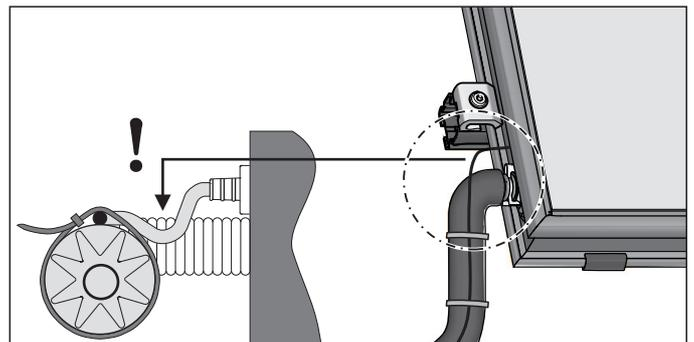

Fig. 4-24 Étape 3
- Pour le passage de câble, veillez à ce que de l'eau de pluie ne puisse pas parvenir jusqu'au point d'introduction de la sonde (à poser avec collerette d'égouttement, voir fig. 4-24).